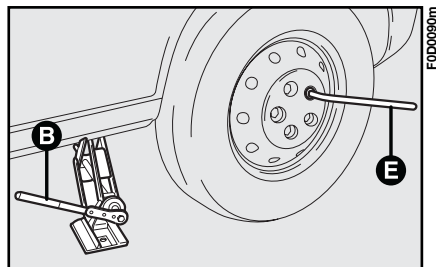

Abb. 6
**6)** Die 5 Radbolzen mit dem Schlüssel **E**, **Abb. 6** vollkommen losdrehen und das Rad abnehmen.